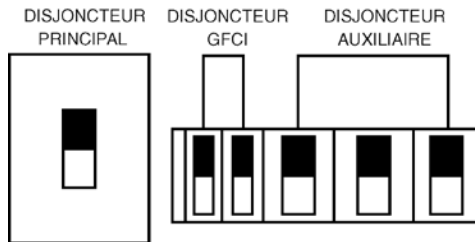

Figure 51. Disjoncteurs principal, auxiliaire et GFCI (ON)
- Placez les disjoncteurs **GFCI, principal ou auxiliaire** en position **ON** (activer) (Figure 51).